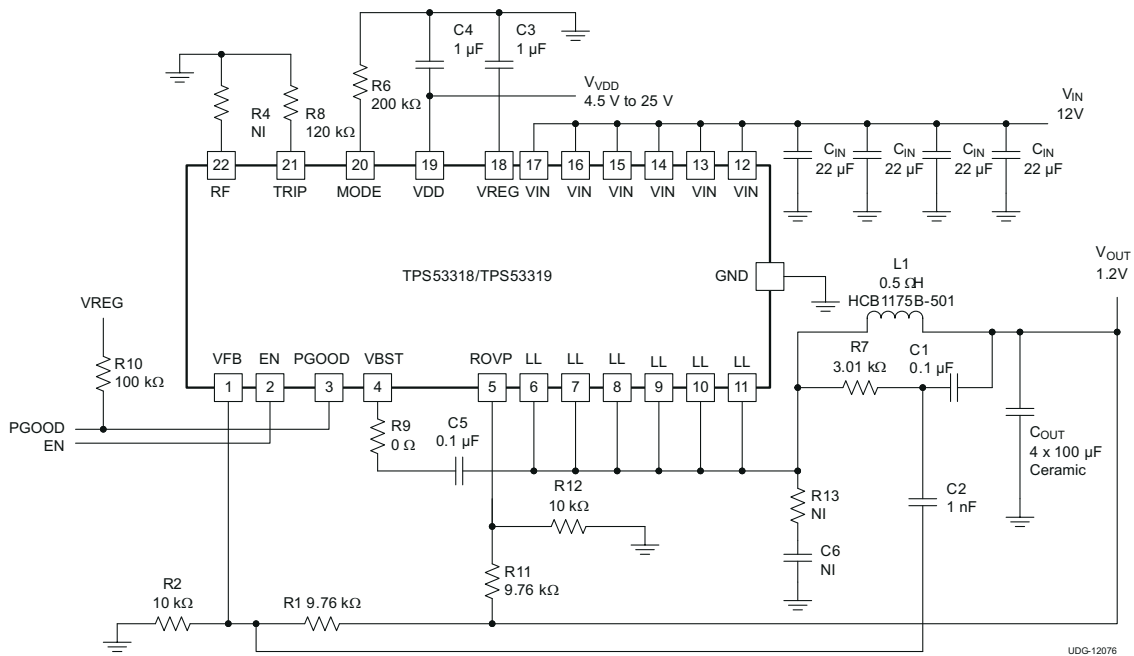

图 8-12. 典型应用电路 (冗余 OVP 启用)
冗余过压电平根据输出电压设置进行编程，它由电阻 R11 和 R12 控制，如图 8-12 所示。在 ROVP 引脚和输出端之间连接电阻 R11，并在 ROVP 引脚和 GND 之间连接电阻 R12。在该设计中，建议电阻 R11 的值与电阻 R1 的值相匹配 (或略高)，且电阻 R2 的值与电阻 R12 的值相匹配。
- 从陶瓷输出电容器的端子连接纹波注入 V_{OUT} 信号 (图 8-12 中 C1 电容器的 V_{OUT} 侧)。将交流耦合电容器 (图 8-12 中的 C2) 放置在器件附近，R7 和 C1 可以放置在功率级附近。